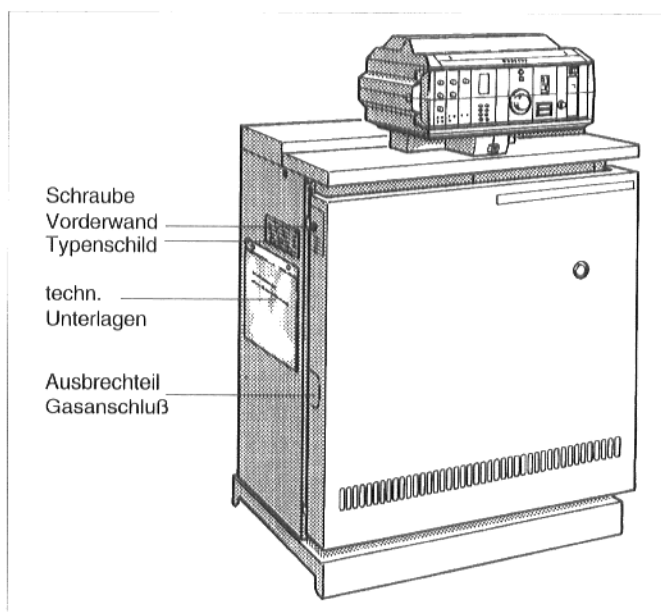

Abb. 15: G224 LP
- Entfernen Sie eines der beiden Ausbrechteile für den Gasanschluß wahlweise links oder rechts in der Vorderwand (Abb. 15).
- Sicherungsschrauben oben seitlich links und rechts in Vorderwand eindrehen (Abb. 15).
Das Typenschild sowie die Sichttasche mit den technischen Unterlagen (Abb. 15) sollten von der linken auf die rechte Seitenwand montiert werden, wenn sie dort besser sichtbar sind.